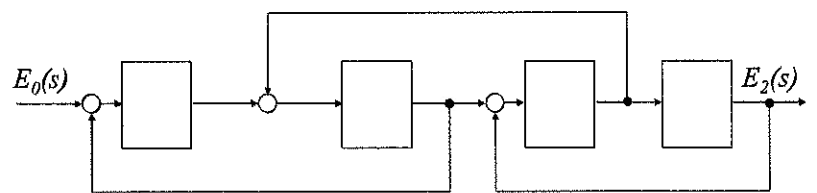

Fig.7-2
- (b) (2-a)で導出した関係式をs領域(s-domain)に変換すると, Fig.7-2の構造を有したブロック線図(block diagram)で表せる。
このとき, Fig.7-2のブロック線図を完成させよ。なお, s領域における入力電圧は $E_0(s)$, コンデンサ C_1, C_2 における端子間電圧はそれぞれ $E_1(s), E_2(s)$, 電流は $I_i(s)$ ($i=1 \sim 3$)で表せ。